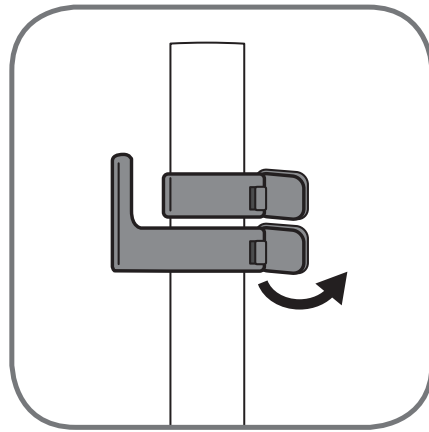

fig. 2
2. Tenez le mât de façon à ce que l'accroche cordon électrique soit à gauche. Vérifiez que les 2 clips du mât soient déverrouillés (fig. 2).